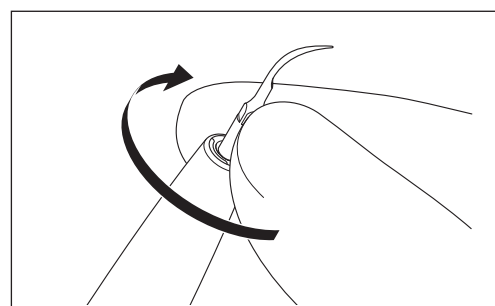

Fig. 15
- 2) Coloque la punta en el extremo distal de la pieza de mano y enrosque la punta hasta que esté ligeramente apretada (Fig. 15).